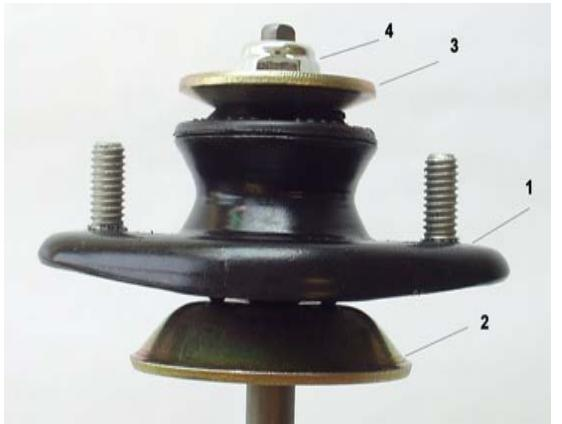

Fig. 5
- **Fig. 5** Original Anschlagscheibe (2), Stützlager (1), Anschlagscheibe (3) aufsetzen und Kolbenstangenmutter (4) mit Spezialwerkzeug festschrauben (65 Nm).
- **Fig. 5** Position the original thrust washer (2), support bearing (1), and thrust washer (3), and use a special tool to tighten the piston rod nut (4) (65 Nm).
- **Fig. 5** Mettre en place la rondelle de butée d'origine (2), le palier de soutien (1), la rondelle de butée (3) et visser solidement l'écrou de la tige de piston (4) avec un outil spécial (65 Nm).
- **Fig. 5** Colocar el disco de detención original (2), el cojinete de apoyo (1), el disco de detención (3) y apretar la tuerca de la barra de émbolo (4) con una herramienta especial (65 Nm).